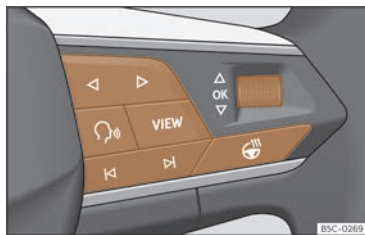

Fig. 10 Lado derecho del volante multifunción: teclas para utilizar los menús y las indicaciones informativas del cuadro de instrumentos (según versiones).
Mientras haya una advertencia con prioridad 1 >>> pág. 25, no se podrá acceder a ningún menú. Algunas advertencias se pueden confirmar y ocultar con la tecla **OK** del volante multifunción >>> **fig. 10**.
- Si se muestra un mensaje o el pictograma de un vehículo, pulse la tecla **OK** >>> **fig. 10**; si es necesario, varias veces.